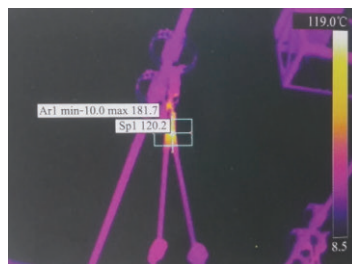

图4 500kV隔离开关前臂交叉点异常发热
4) 某500 kV变电站内的500 kV隔离开关前臂交叉点接触不良，导致异常发热，最高温度181.7℃，危及电网的安全运行，如图4所示。